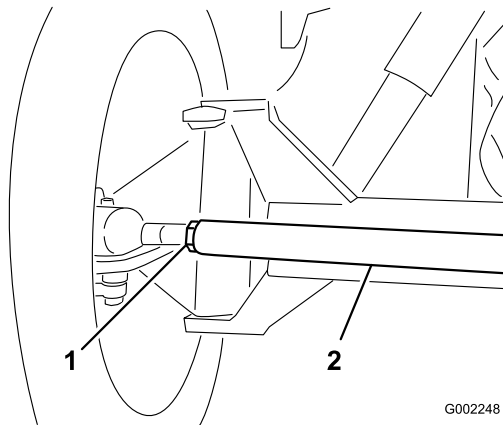

図 52
3. 前側の測定値の差が所定範囲にない場合、タイロッド両端のジャムナットを外して調整を行う(図 52)。